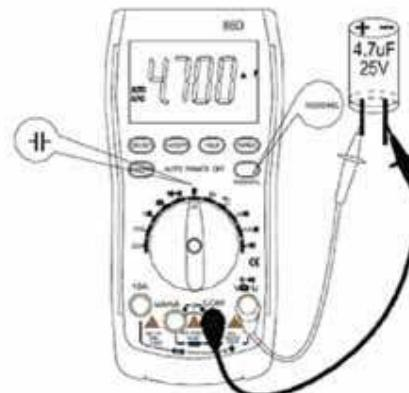

図 14-1
- 1: レンジ切り替えスイッチをコンデンサ測定モードに切り替え、赤い測定コードを $V\Omega Hz$ 端子に、黒い測定コードを COM 端子に差し込みます(図 14-1)。